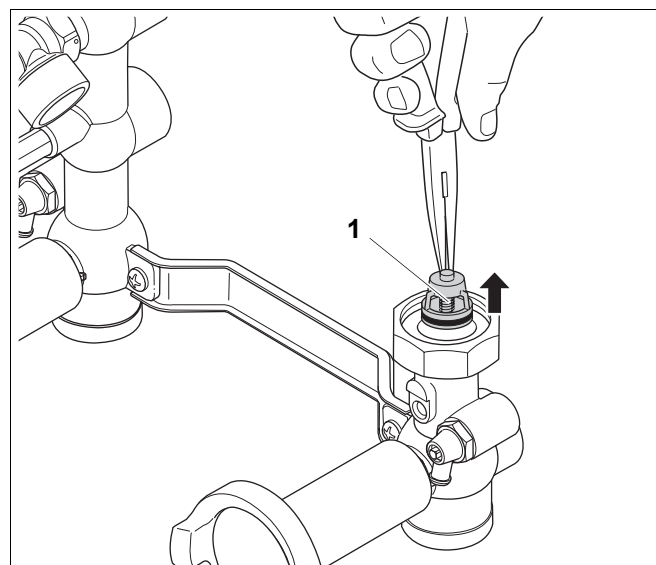

Рис. 6 Удаление обратного клапана
- Удалите обратный клапан (рис. 6, поз. 1). При этом обратный клапан будет поврежден.